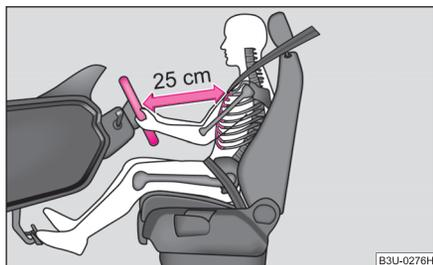

Abb. 116 Der richtige Abstand des Fahrers vom Lenkrad
- Stellen Sie das Lenkrad so ein, dass der Abstand zwischen Lenkrad und Brustbein mindestens 25 cm beträgt ⇒ Abb. 116.
- Der Fahrer muss einen Abstand zum Lenkrad von mindestens 25 cm einhalten ⇒ Abb. 116. Wenn Sie den Mindestabstand nicht einhalten, kann Sie das Airbag-System nicht schützen – Lebensgefahr!